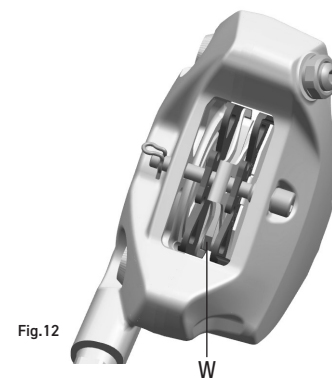

Fig. 12
- usura eccessiva della pastiglie dei freni (poiché non è più visibile l'indicazione di usura di una o più pastiglie) (W - Fig.12)